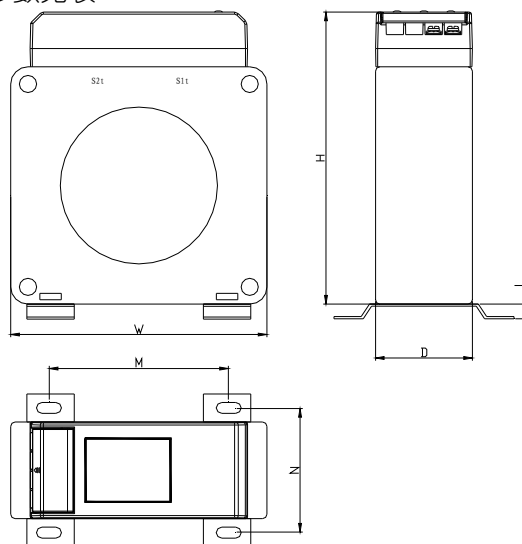
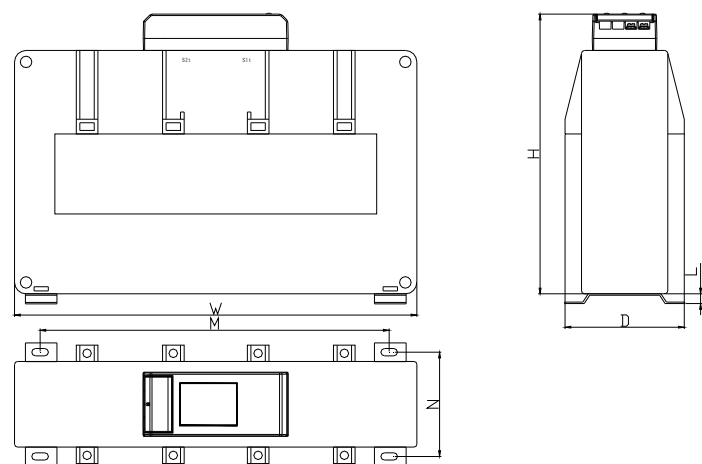
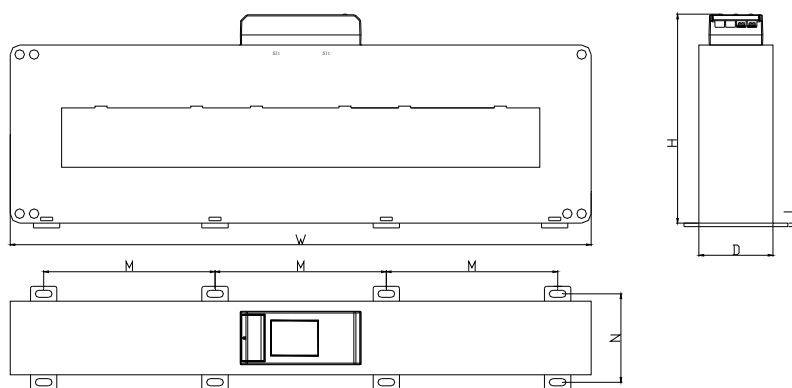
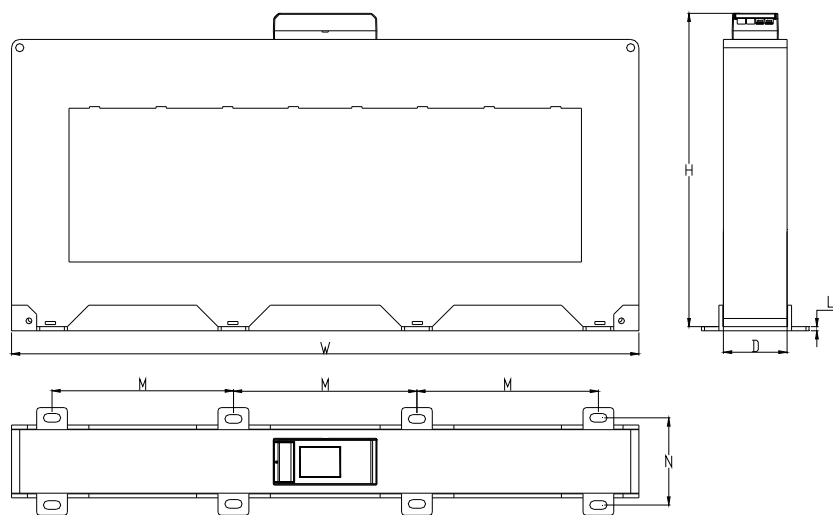

图 2.11 闭口圆孔型传感器外形示意图
图 2.12 闭口方孔型传感器外形示意图
图 2.13 闭口方孔型 (GSTZCT-40F) 传感器外形示意图
图 2.14 闭口方孔型 (GSTZCT-50F) 传感器外形示意图
2.3.2 闭口圆孔型传感器外形示意图如图 2.11 所示, 闭口方孔型传感器外形示意图如图 2.12、图 2.13 和图 2.14 所示, 所示参数见表 2.5